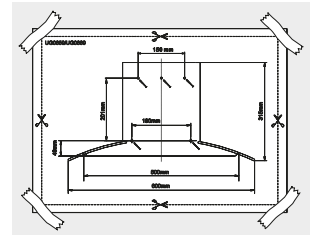

Figura 2
- Sujete el soporte para ensamble de la campana con tornillos (5X50). (figura 2)